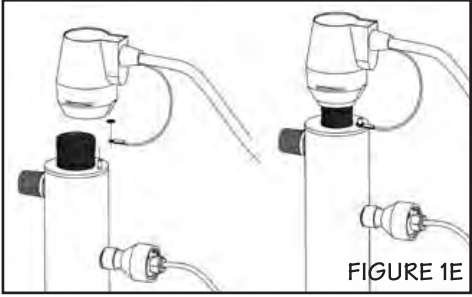
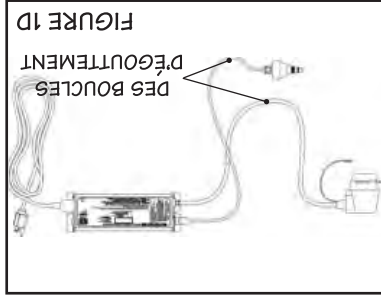

FIGURE 1E
FIGURE 1D
4. Mount the Cobalt ICE controller horizontally to the wall, near the reactor chamber. Ideally place the controller above the reactor and away from any water connection point, to prevent any water from potentially leaking onto the controller by means of a leak at a connection point or a “sweating” system. Make sure you allow for a “drip-loop” (Figure 1D) on the lamp, sensor and power cord, again, to prevent any water from potentially entering the controller. Affix the green ground wire to the grounding lug at the top of the reactor vessel and securely fasten with the lugnut provided (Figure 1E).
3. Fixer le système sur le mur à l'aide des brides de serrage fournies. Bien qu'il soit possible d'utiliser plusieurs méthodes de raccordement à l'approvisionnement en eau, on recommande l'emploi d'étrous-unions. Il est fortement conseillé d'ajouter un limiteur de débit au système afin de maintenir le débit nominal du fabricant des systèmes homologués NSF (les limiteurs de débit sont obligatoires et fournis avec chaque système homologué NSF). Le limiteur de débit doit être monté sur la sortie d'eau dans la direction indiquée sur le limiteur. S'assurer que l'écoulement se fait dans la direction de la flèche sur le limiteur (Figure 1E). AFIN D'ÉVITER D'ENDOMMAGER LES JOINTS TORIQUES, NE PAS SOUDER LES CONNEXIONS. LORSQU'ELLES SONT RATTACHÉES AU SYSTÈME.
4. Fixer le contrôleur Cobalt ICE horizontalement sur le mur, à proximité du réacteur. Idéalement, placer le contrôleur au-dessus du réacteur et à distance de tout branchement de la canalisation d'eau, pour éviter que le contrôleur puisse être arrosé ou mouillé par une éventuelle fuite d'eau ou condensation au niveau d'une connexion. De plus, former une demi-boucle avec le câble d'alimentation électrique, le câble du capteur et le câble de la lampe (Figure 1D), ce qui empêchera que l'eau s'écoule le long d'un câble et s'introduise dans un accessoire électrique ou dans le contrôleur. Fixer le fil vert de mise à la terre sur l'oreille de mise à la terre située en haut du réacteur et bien le serrer à l'aide de l'écran à oreille fourni (Figure 1E).